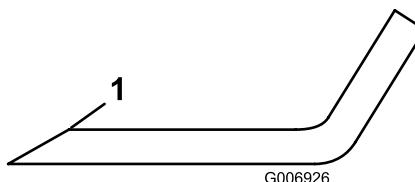

Figura 70
3. Inspeccione los filos de corte de todas las cuchillas. Afílelos si están romos o tienen mellas. Afile únicamente la parte superior del filo y mantenga el ángulo de corte original para asegurar un filo correcto (Figura 70). La cuchilla permanecerá equilibrada si se retira la misma cantidad de metal de ambos bordes de corte.